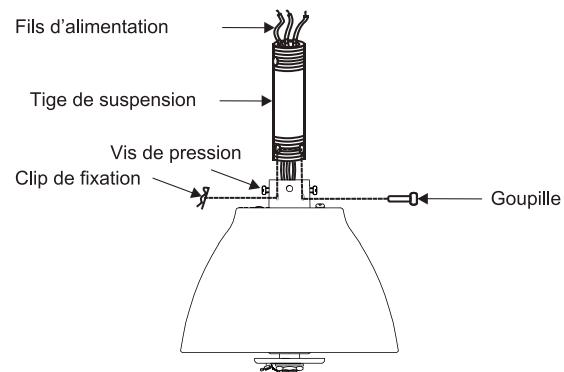

Fig. 10
Étape 7. Desserrez les deux vis de pression et enlevez la goupille ainsi que le clip de retenue du couplage sur le dessus du moteur (Fig.10).
Replacez ensuite la goupille et le clip de retenue. Serrez les deux vis de pression (Fig.10)